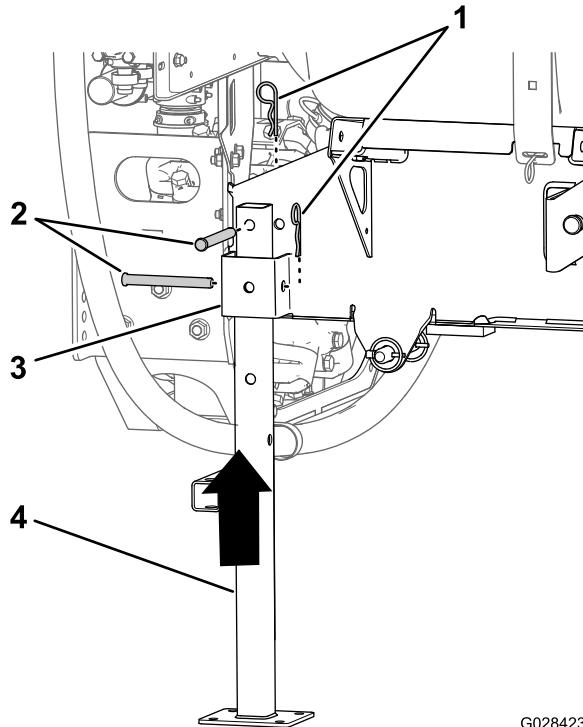

Figura 119
- 5. Allineate il cavalletto posteriore con la sede per il cavalletto posteriore (Figura 119).
- 6. Allineate il foro nella parte superiore del cavalletto con il foro sul telaio di supporto del serbatoio (Figura 119).
- 7. Fissate il cavalletto alla sede apposita e al telaio utilizzando 2 perni con testa ($\frac{1}{2}$ " x 4 $\frac{1}{2}$) e 2 coppiglie (5/32 x 2-5/8") come mostrato in Figura 119.